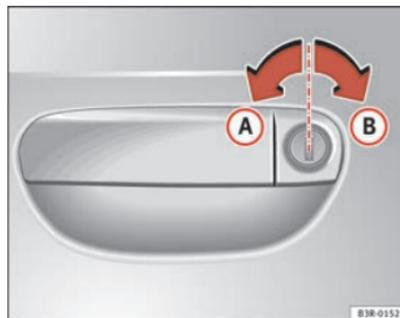

Fig. 70 Movimientos de la llave para abrir y cerrar
- Gire la llave hacia la izquierda en la cerradura de la puerta del conductor hasta alcanzar la posición de apertura **A** ⇒ fig. 70.
- Gire la llave hacia la derecha en la cerradura de la puerta del conductor hasta alcanzar la posición de cierre **B** ⇒ fig. 70 ? .
Para ello, gire la llave en la cerradura de la puerta del conductor **dos veces** sucesivamente hasta alcanzar la posición de cierre **B** ⇒ página 104, fig. 70.